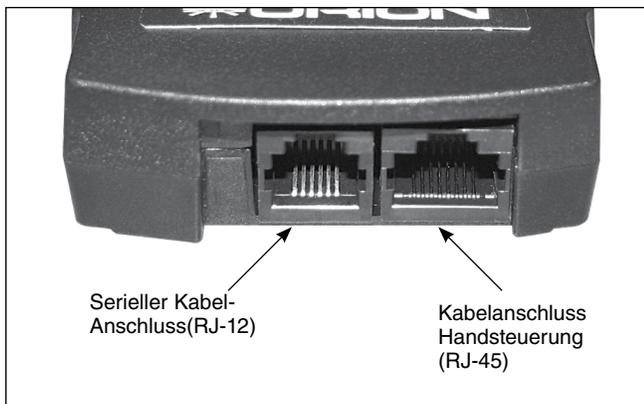

Abbildung 15. Die Eingänge für GoTo-Handsteuerung
- Schließen Sie das andere Ende der Spiralkabel an der Handsteuerungsmuldbuchse (**Abbildung 15**) an.